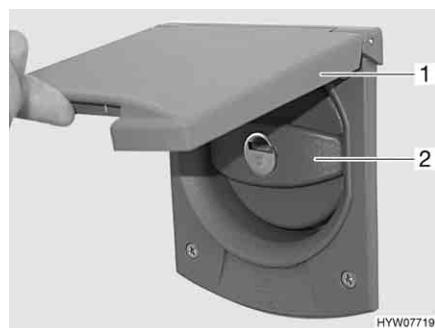

Fig. 106 Coperchio per bocchettone di riempimento dell'acqua potabile
- Alzare lo sportello esterno (Fig. 106,1) verso l'alto.
- Ruotare il coperchio blu (Fig. 106,2) di un quarto di giro.